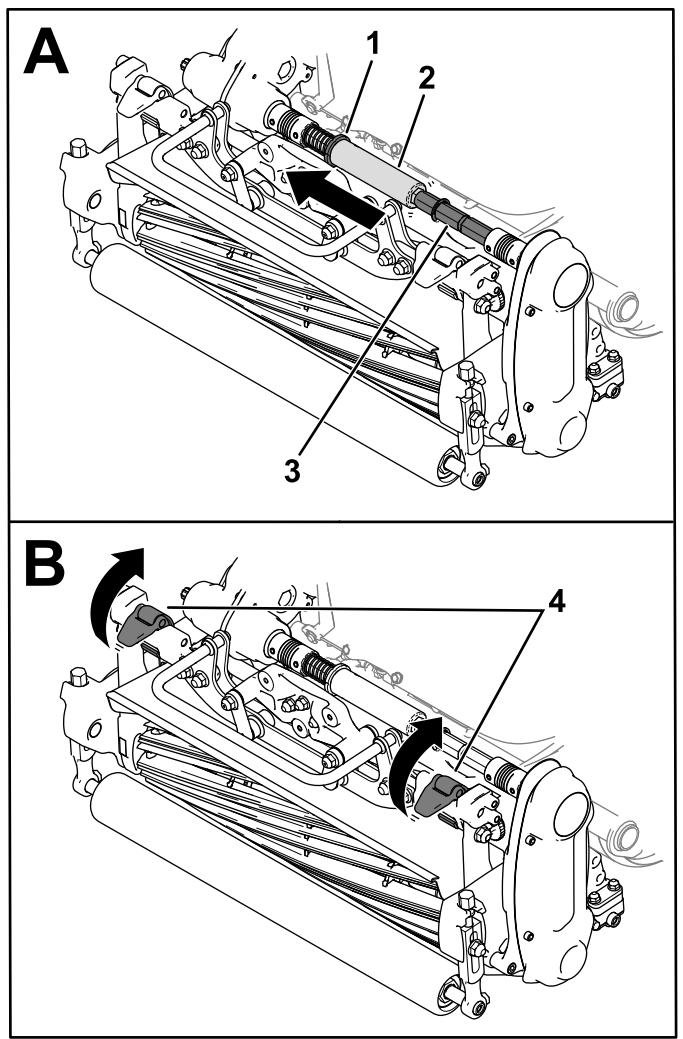

Figura 38
3. Mova o anel (Figura 38) para a ranhura da união da unidade de corte.
- Deslize o tubo hexagonal para fora do veio da união da unidade de corte (Figura 38).
- Mova os trincos da suspensão para cima para libertar a unidade de corte da máquina (Figura 38).